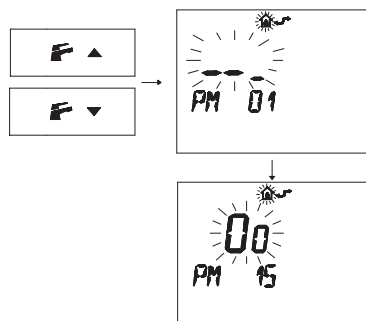

Figura 5.25
- Pulse los botones **F** ▼ o **F** ▲ para visualizar la programación "**PM15**" de habilitación de la sonda externa (Figura 5.25).